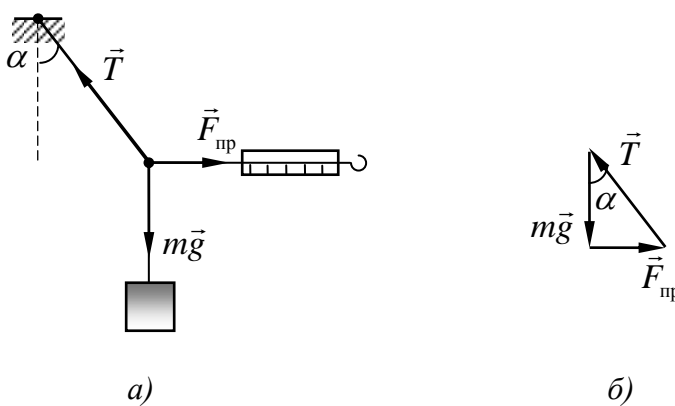

Рис. 1. Рівновага тіла.
2. За допомогою динамометра відтягуємо нитку від вертикалі на певний кут  $\alpha$ , при якому сила пружності не перевищує межу вимірювання динамометра (рис. 1,а).
Графічно останню рівність показано на рис. 1,б. З трикутника сил дістаємо